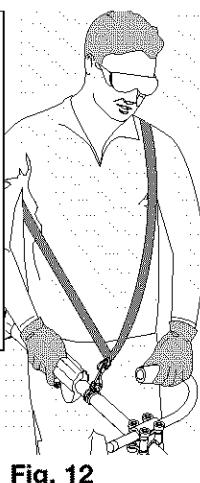

Fig. 12
1. Coloque el arnés para el hombro sobre el hombro izquierdo, el letrero de “Danger” en la espalda, y abroche en la cadera derecha (Fig. 12).
2. El gancho debe quedar aproximadamente 15 pulgadas (38 cm) sobre su rodilla, o seis (6) pulgadas (15 cm) debajo de su cintura (Fig. 12).
3. Abroche el gancho en la abrazadera del arnés del hombro de la unidad (Fig. 14) y levante la unidad hasta la posición de operación para comprobar que ajuste bien antes de comenzar a operar la unidad (Fig. 12).